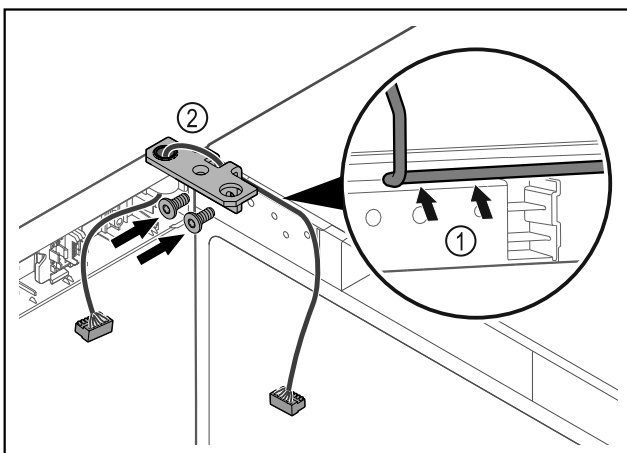

Fig. 47
- ▶ Kabel durch die Ausparung des Scharnierwinkels führen und vorsichtig verlegen Fig. 47 (1).
- ▶ Scharnierwinkel Fig. 47 (2) anschrauben.